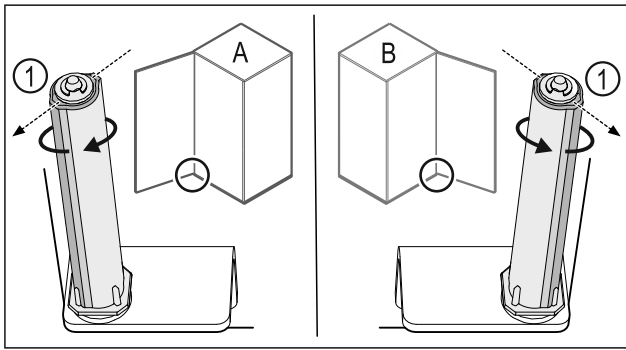

Fig. 38 Розкриття ліворуч (A) / Розкриття праворуч (B)
- ▶ Систему закриття повертати проти опору доки перемичка системи закриття Fig. 38 (1) не покажуватиме назовні.